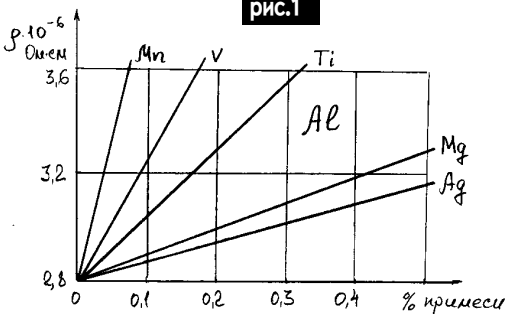
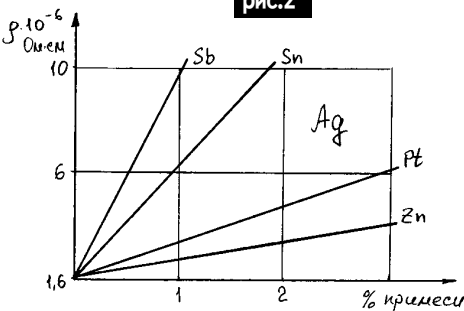
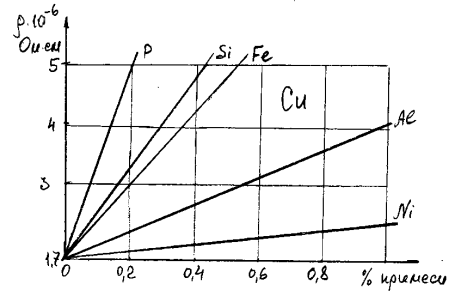

рис.2
рис.3
рис.4
На рис.2 такая же диаграмма дана для алюминия. Здесь наиболее сильно влияет на удельное сопротивление марганец (Mn), для серебра (рис.3) такой примесью является сурьма (Sb). Наконец, обратимся к меди (рис.4). Наиболее влияют на удельное сопротивление меди фосфор (P), кремний (Si) и железо (Fe). Но обратим внимание на скромный вклад никеля (Ni). Развернем диаграмму на все 100% (рис.5). Слева направо по диаграмме увеличивается содержание никеля и уменьшается содержание меди. Из диаграммы видно: что наибольшее удельное сопротивление сплава никеля и меди наблюдается при соотношении